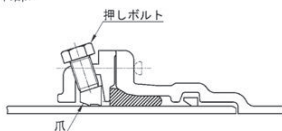

図5 G-Linkの構造
(5) G-Link (適用呼び径：75 ～ 300)
※図5に示す通りG-Linkには2種類あるが、施工性、耐震性に違いは無く、いずれも使用可能である。本接合要領書の説明では、図はすべてタイプ①を例として掲載した。